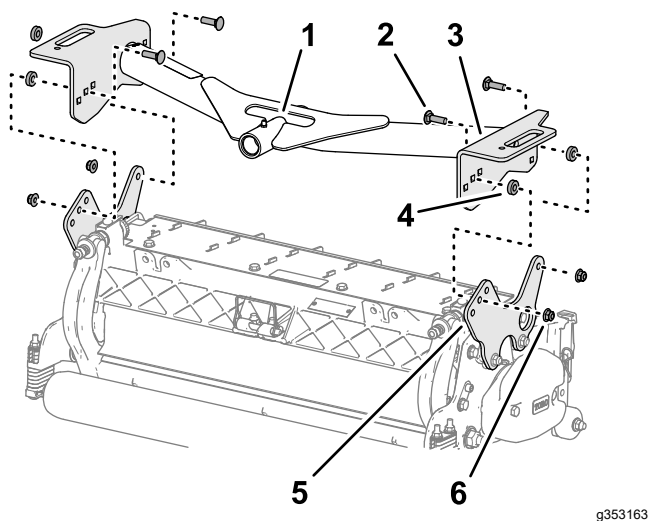

Figura 19
1. Aliniați orificiile din plăcile cadrului de susinere față cu orificiile din plăcile de montare ale unității de tăiere (Figura 19).
2. Aliniază un distanțier între placa de susinere și placa de montare (Figura 19) și asamblă lejer plăcile și distanțierul cu un urub de fixare ($\frac{3}{8}$ " x $1\frac{1}{4}$ ") și o contrapiuliă cu guler ($\frac{3}{8}$ ").